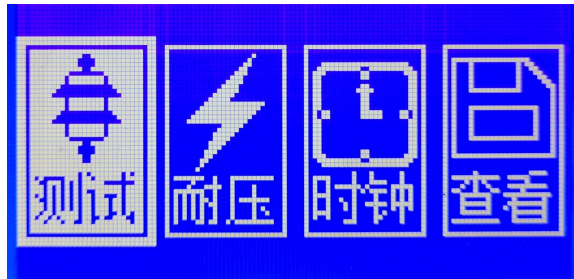

图 2
2、测试：打开电源开关，液晶模块显示菜单界面，左右旋动多功能旋钮选择“避雷器测试”选项。（如图 2）